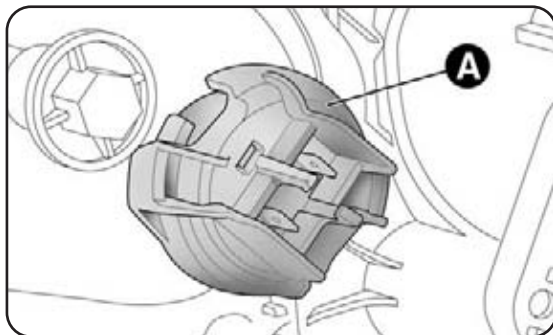

fig. 24
- toglì il coperchio A-fig. 24 di protezione della lampada;